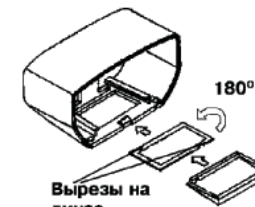

Рисунок 5
- **ВНИМАНИЕ!** Выдвинуть линзу, повернуть ее на  $180^\circ$  (рисунок 5), установить в крышку так, чтобы одинарный вырез был направлен внутрь корпуса, гладкая сторона линзы должна быть направлена наружу;